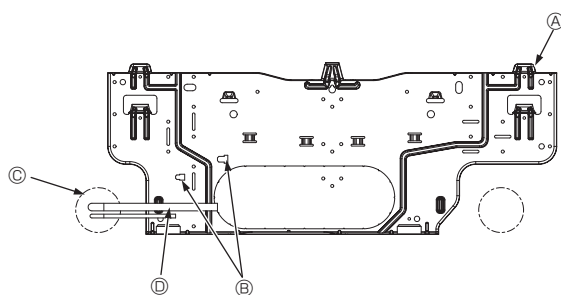

Fig. 3-5
- ④ Min. 119 mm, 4-11/16 pouces (669 mm, 26-11/32 pouces minimum avec installation d'une pompe de vidange en option)
- ⑤ Min. 224 mm, 8-13/16 pouces
- ⑥ Min. 75 mm, 2-61/64 pouces (Utiliser le crochet positionné sur la partie inférieure du panneau de montage si la dimension est inférieure à 100 mm, 3-15/16 pouces, avec tuyauterie gauche, arrière gauche ou inférieure gauche et installation d'une pompe de vidange en option. Reportez-vous à la section 3.5. pour plus de détails.)
- ⑦ Vis de fixation (4 × 25) ②
- ⑧ Niveau
- ⑨ Plaque d'installation ①
3.3. Lors de l'insertion des tuyaux dans le mur (Fig. 3-5)
- ⑩ Plaque d'installation ①
- ⑪ Marquage de référence des raccords évasés
- ⑫ Orifice passant
- ⑬ Tuyauterie sur site